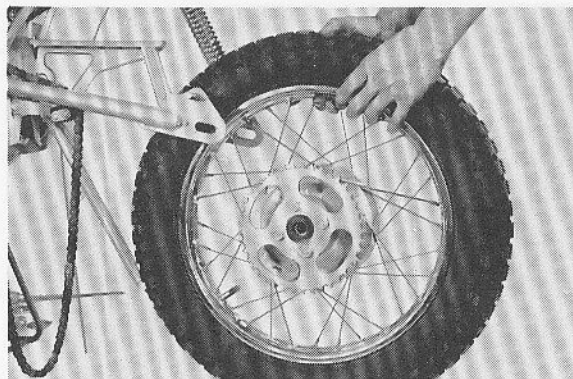

Fig. 5-2-5
6. Remove the rear wheel assembly. (Fig. 5-2-5)
6. Enlever l'assemblage de roue arrière. (Fig. 5-2-5)